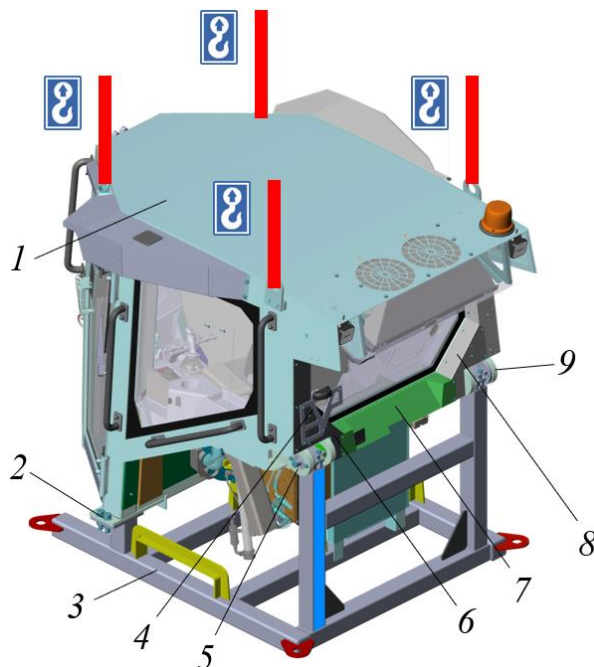

Рисунок 5.35. Монтаж кабины на транспортировочной платформе
- ▶ Убедиться, что ничего не мешает подъему кабины, все отсоединено. Поднять кабину и установить ее на транспортировочную платформу, см. рис. 5.35.
- ▶ Используя штатный крепеж установить на кабину зашивку левую 6 и правую 8, установить бампер задний 7 и рамку номерного знака 4, см. рис. 5.35.
- ▶ Демонтировать бампер задний, зашивки левую и правую. При необходимости демонтировать рамку номерного знака с подсветкой. Снять стопорные кольца с поворотных осей. Выкрутить поворотные оси кабины. Демонтировать крепеж кабины на транспортировочной платформе, рис. 5.35.